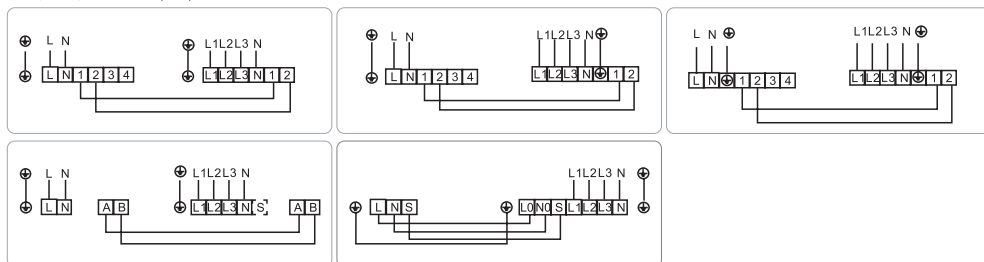

Рис. 7
- Очистите от изоляции конец провода и установите на оголенную жилу клемму, обжав клеммами. Подготовленный кабель подключите согласно схеме (рис. 7 приложения).